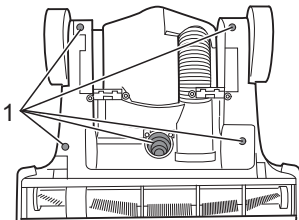

Abb. 27
5. Lösen Sie die 5 Befestigungsschrauben der oberen Bürstenfußabdeckung (Abb. 27/1).